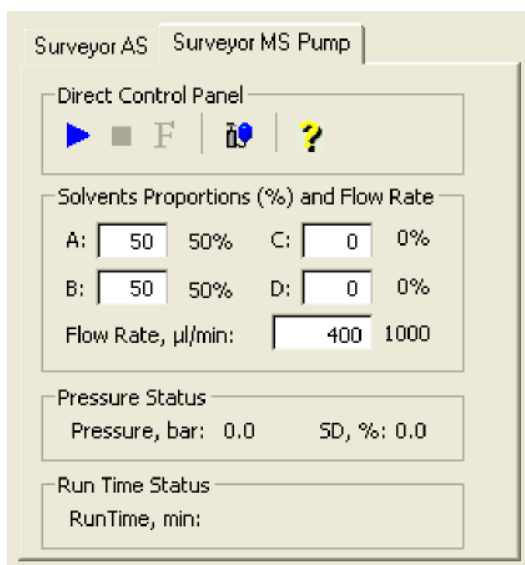

图8-6. 入口直接控制视图，图中显示泵为关闭状态
- a. 在Control / Scan Mode（控制/扫描模式）工具栏上点击AS/LC Direct Control（AS/LC直接控制）按钮，在工作区域右上角显示Inlet Direct Control（入口直接控制）视图，见图8-6。